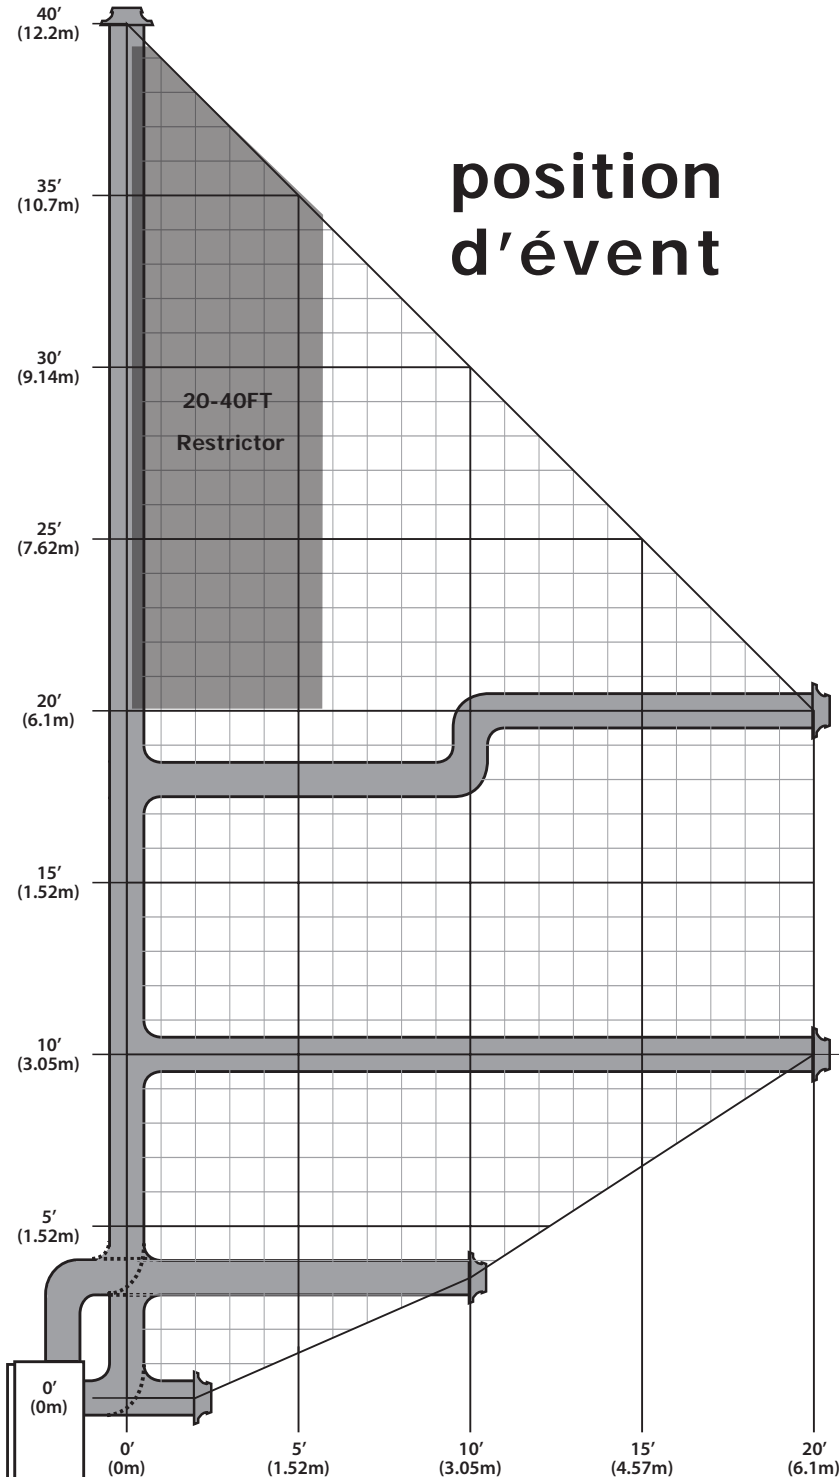

Figure 37: Positions possibles pour les conduits
**Limiteurs d'échappement:** Votre foyer Q3 est fourni avec un restricteur d'échappement. Votre configuration de ventilation déterminera quelle plaque de restriction vous devrez utiliser. Regardez à la Fig. 37 à la page 30 pour déterminer si vous devez utiliser le restricteur.
**Étape 1.** Déterminez quel restricteur sera nécessaire pour votre installation. Fig.37 Page 30.